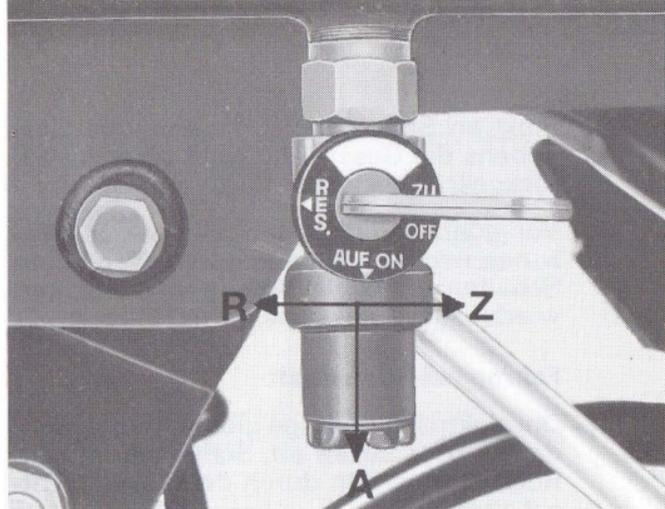

Bild 6
- 13 = Kraftstoffhahn (verdeckt, s. Bild 6)
**Kraftstoffhahn (Bild 6)**
Vor dem Starten des Motors Kraftstoffhahn öffnen (s. Bild 6) und das Getriebe mittels des Schaltdrehgriffs (1/11) in Leerlaufstellung „O“ bringen; dabei ist es zweckmäßig, das Fahrzeug geringfügig hin- und herzuschieben.
Kraftstoffhahn (Bild 6) schließen (Stellung Z). Zündung durch den Zünd-/Lichtschalter (1/2) abstellen. (Siehe Zündschloß.)